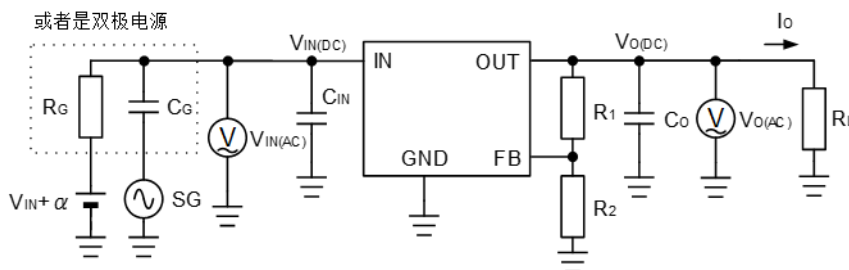

Figure 12 纹波抑制比的测试电路
在 Figure 12 中显示纹波抑制比的测量电路。信号发生器向 IC 的输入供给脉动电压，但由于 DC 电源的输出阻抗较低，信号不能直接注入 IC 的输入线，因此在 DC 电源的输出中插入 10Ω 左右的电阻 RG，提高阻抗。由于该电阻会产生电压下降，所以为了在 IC 的输入端成为规定的电压，需要修正 DC 电源的电压。信号发生器为了防止 DC 施加造成的输入电阻损伤，用电容器耦合注入纹波信号（正弦波）。像这样使用双极电源代替在 DC 上叠加波纹信号的电路，可以简单地构成。信号发生器注入的纹波电压 VIN (AC) 与输出中观察到的纹波电压 VO (AC) 之比为纹波抑制比。